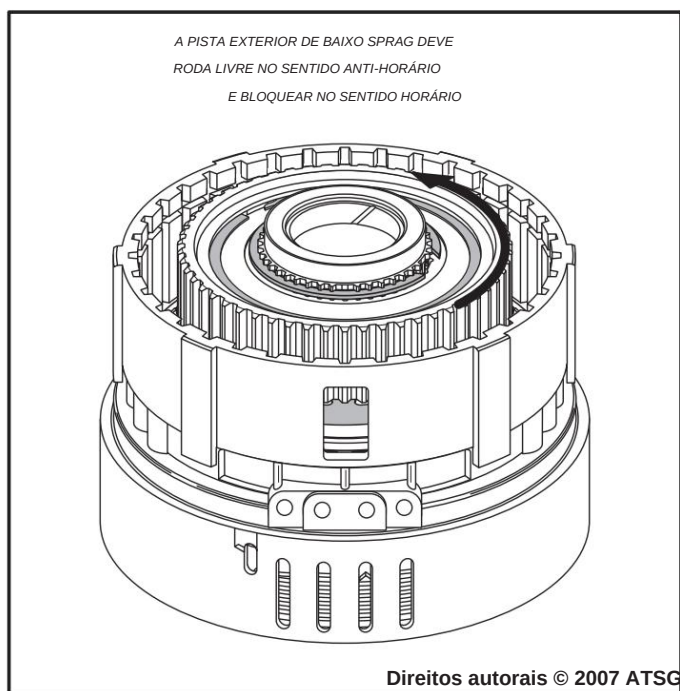

Figura 115
22. Após a instalação, verifique mais uma vez a rotação baixa adequada do sprag, conforme mostrado na Figura 115.